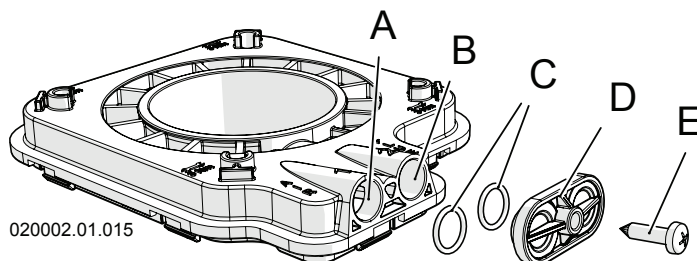

Figura 6-10 - Prese di analisi combustione Modelli 16-22
- 3.-collegare un analizzatore di combustione nella apposita presa sul raccordo di scarico fumi "B" (Figura 6-10 e 6-11);